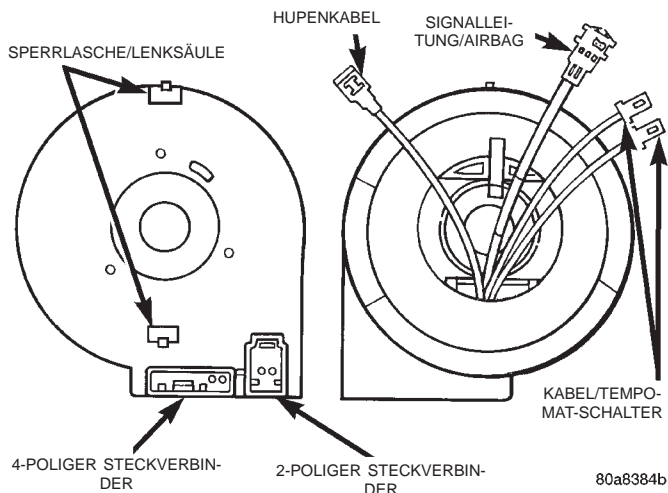

Abb. 5 Kontaktpule
(2) Die beiden Befestigungsschrauben der unteren Lenksäulenabdeckung lösen und obere Abdeckung abnehmen.
(3) Die fahrerseitige Airbag-Einheit wie in diesem Kapitel beschrieben ausbauen.
(4) Tempomat-Schalter von der Rückseite des Lenkrads abbauen. Schaltereinheiten abnehmen und Kabel abklemmen.
(5) Lenkrad wie in diesem Kapitel beschrieben abbauen. Alle Kabel vorsichtig durch die Lenkradaufnahme stecken, um eine Beschädigung der Kabel zu vermeiden. Beim Austauschen einer aufgeblasenen fahrerseitigen Airbag-Einheit muß auch die Kontaktpule ausgetauscht werden (Abb. 5).
(6) Kombischalter abbauen. Den naturfarbenen 3-poligen und den gelben 2-poligen Steckverbinder von der Rückseite der Kontaktpule abziehen.
(7) Kontaktpule abbauen. Hierzu die obere Sperrlasche leicht anheben und über das Sperrgehäuse führen. Die Kontaktpule kann nicht instandgesetzt werden.
(2) Kontaktpule mit Hilfe der gelben Markierung im Zentrierfenster zentrieren. Näheres hierzu siehe Abschnitt "Kontaktpule zentrieren" in diesem Kapitel.
(3) Kontaktpule am Sperrgehäuse ansetzen und vorsichtig in die korrekte Einbaulage schieben. Den 3-poligen naturfarbenen Steckverbinder und den 2-poligen gelben Steckverbinder an der Rückseite der Kontaktpule anschließen.
(4) Kombischalter anbauen. Befestigungsschrauben mit 1,5-2,5 N·m (14-22 in. lbs.) festziehen.
(5) Lenksäulenabdeckungen anbauen. Befestigungsschrauben mit 1,7-2,3 N·m (15-20 in. lbs.) festziehen.
(6) Kabel vorsichtig durch die Öffnung in der Lenkradaufnahme führen. Lenkrad anbauen. Befestigungsmutter mit 61 N·m (45 ft. lbs.) festziehen.
(7) Kabel der Tempomat-Schalter unter dem Hupenmechanismus und durch die Aufnahmen für die Schalter führen. Steckverbinder an den Tempomat-Schaltern anschließen und Tempomat-Schalter einbauen. Befestigungsschrauben mit 0,7-2,7 N·m (6-24 in. lbs.) festziehen.
(8) Hupenkabel anschließen.
(9) Das gelbe Kabel am Fahrerairbag anschließen und Sekundär-Sperrlasche in die korrekte Einbaulage drücken (Abb. 5). Darauf achten, daß die Kabel während des Einbaus nicht beschädigt werden.
(10) Befestigungsschrauben der Airbag-Einheit eindrehen und mit 10-11 N·m (90-100 in. lbs.) festziehen. Die Befestigungsschraube auf der linken Seite zuerst festziehen.
(11) Lenksäulenabdeckungen anbauen.
(12) Das externe Batterie-Minuskabel noch nicht anschließen. Näheres hierzu siehe Abschnitt "Fehlersuche und Prüfung — Airbagsystem" in diesem Kapitel.